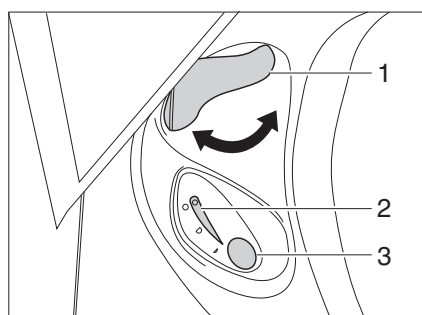

Fig. 156 Unité de commande des toilettes Thetford
- Avant d'actionner la chasse d'eau, ouvrir le curseur des toilettes Thetford. Tourner pour cela le levier du curseur (Fig. 156,1) dans le sens inverse des aiguilles d'une montre.
- Pour actionner la chasse d'eau, appuyer sur le bouton bleu (Fig. 156,3).
- Après avoir actionné la chasse d'eau, fermer le curseur. Tourner le levier du curseur (Fig. 156,1) dans le sens des aiguilles d'une montre.
Le voyant de contrôle (Fig. 156,2) s'allume lorsque la cassette Thetford doit être vidée.
- Tourner le levier du curseur (Fig. 156,1) dans le sens des aiguilles d'une montre. Le curseur se ferme. Pour la vidange il **faut** que le curseur des toilettes Thetford soit fermé.